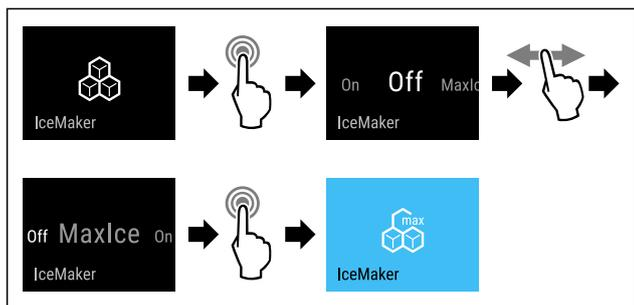

Fig. 17
- ▶ Suivre les étapes (voir Fig. 17) .